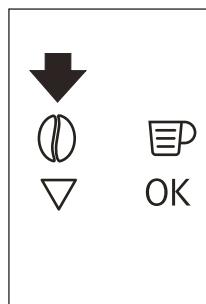

Рис. 15
- ▶ По умолчанию прибор готовит кофе стандартного вкуса. Можно выбрать сверхслабый, слабый, стандартный, крепкий или сверхкрепкий вкус. Также можно выбрать молотый кофе. Для выбора необходимого вкуса нажмите сенсорную кнопку (B4) (Рис. 15) необходимое количество раз. На экране появится выбранный вкус кофе.